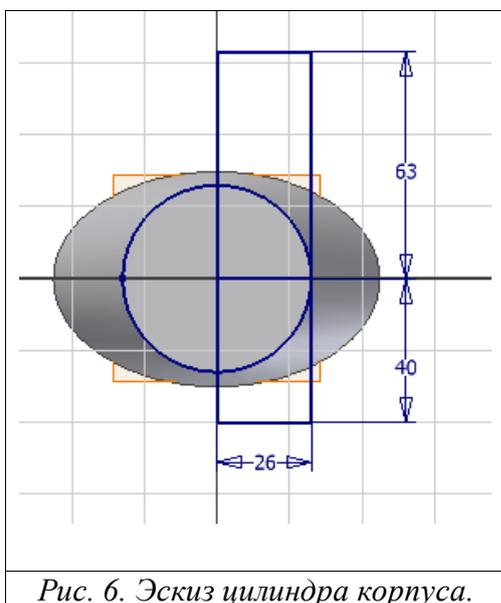

Рис. 6. Эскиз цилиндра корпуса.
3. Самостоятельно создайте 2 прямоугольника при помощи команды **Two point Rectangle** (рис. 6). Обратите внимание, что одна из вершин каждого прямоугольника должна принадлежать центру окружности.